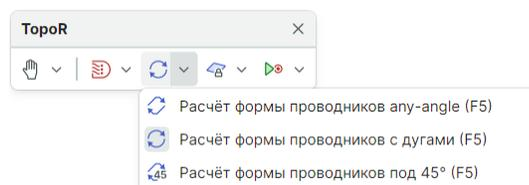

Рис. 410 Выбор формы проводника
2. Автопроцедура расчета формы проводника, см. Рис. 410.